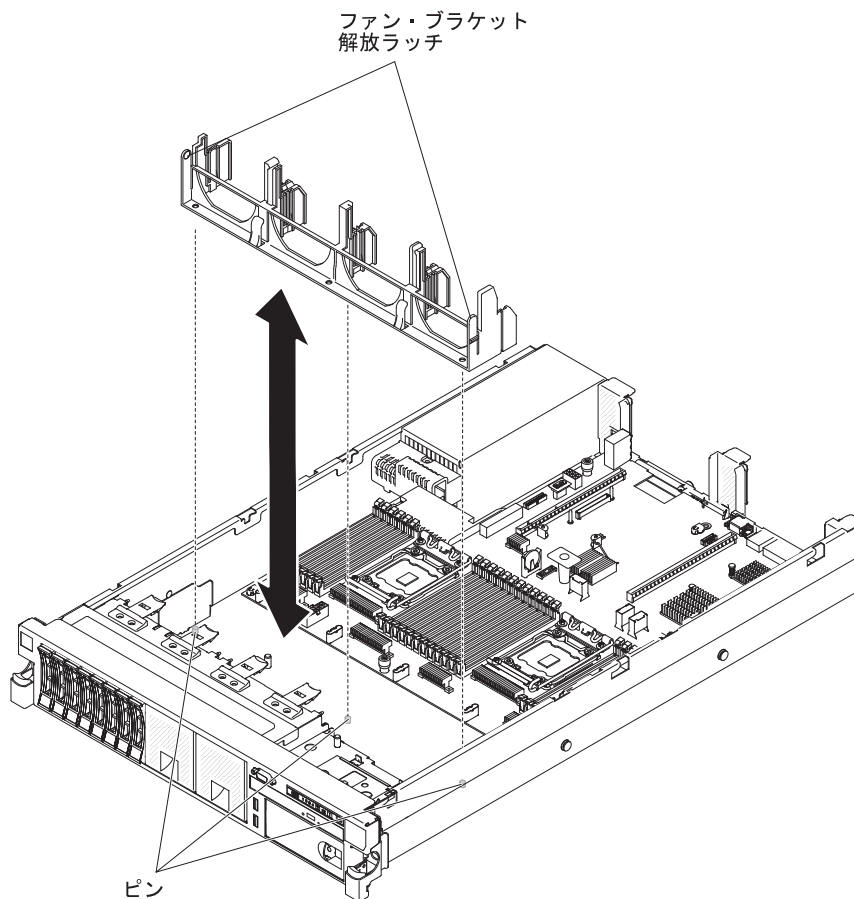

図 288. ファン・ブラケットの再取り付け
1. 382 ページの図 288 に示すように、ファン・ブラケットを下げて、シャーシの中に差し込みます。